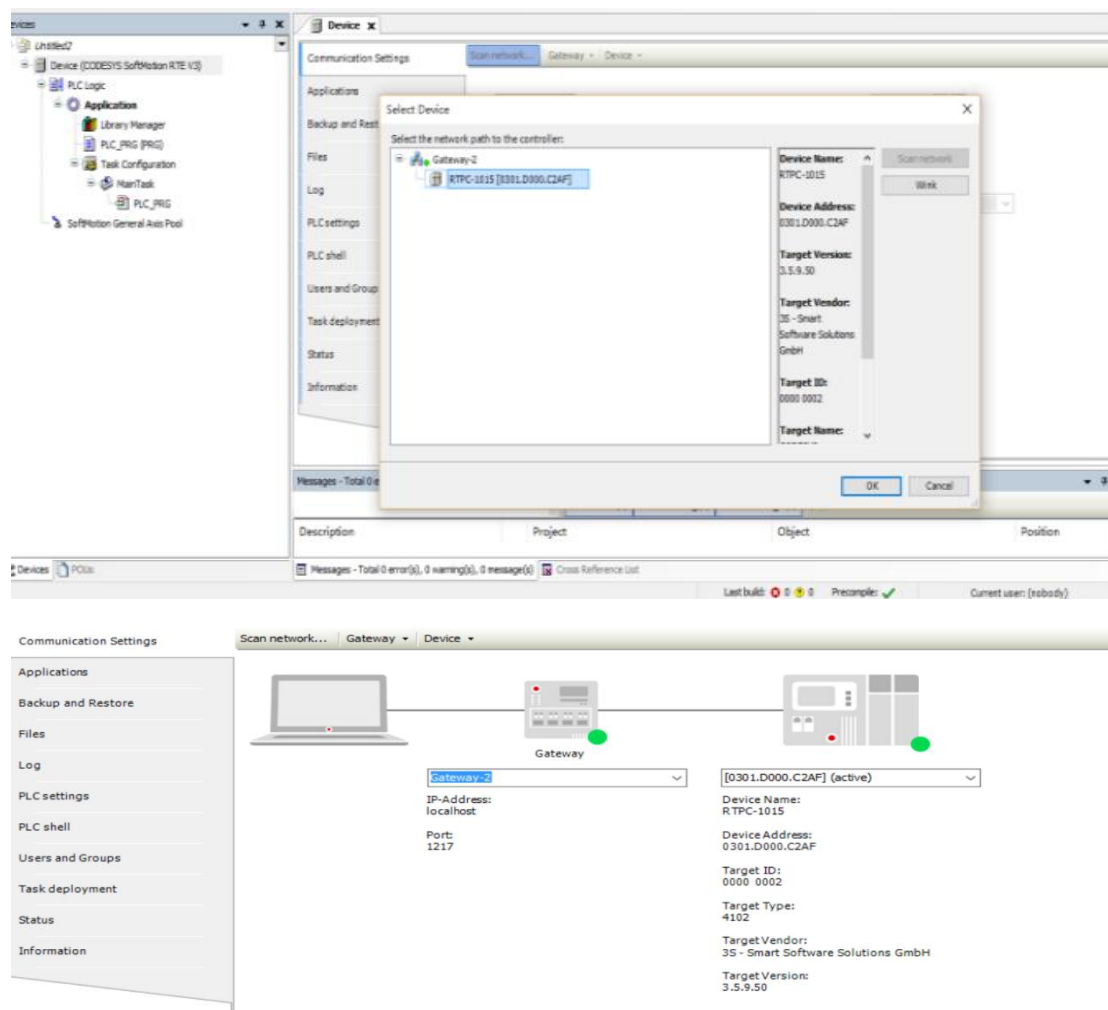

图 2-5-9 连接设备操作及成功标识
3、用网线连接 RTE 设备（注意要确保 RTE 是在运行状态），双击 Device 设备，选择 Communication，点击 Scan Network，选择当前设备，确定 OK 即可。显示图 2-5-9 所示表示连接成功；